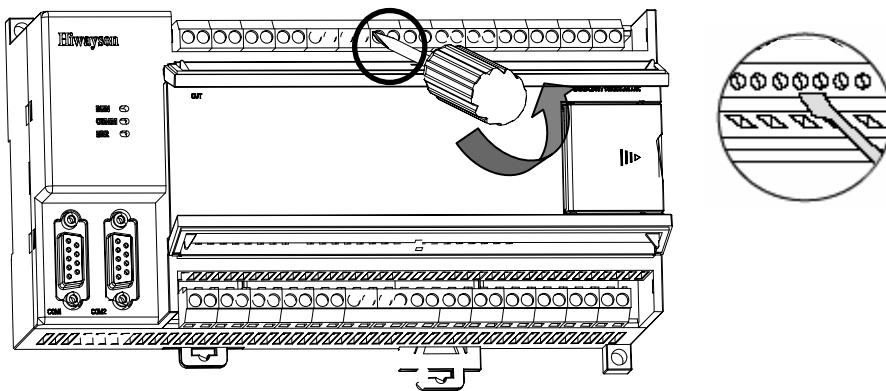

图 4.4 端子排接线和拆卸连接线
2. 如图 4.4 所示，用螺丝刀逆时针旋转端子排对应的螺钉，直至卡簧可以插入导线为止；
2. 如图 4.4 所示，用螺丝刀逆时针旋转端子排对应的螺钉，直至卡簧可以拔出导线为止；